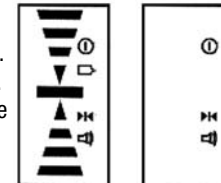

Figure 3 Figure 4
- 1) Mettez l'appareil en fonction en appuyant sur l'interrupteur. Tous les segments d'indication seront visibles sur l'affichage ACL pendant une demi-seconde (Fig. 3). L'appareil est prêt à l'emploi lorsque les segments d'indication ne sont plus affichés. Note : Les symboles de fonctionnement, de détection et de signal sonore resteront visibles (Fig. 4).